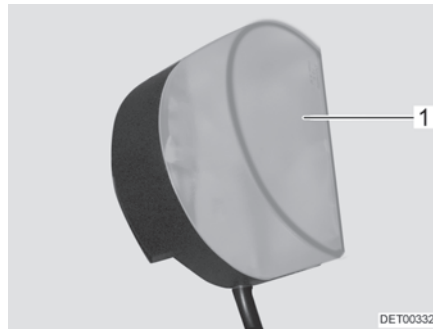

Fig. 192 Eclairage de la penderie
- Enfoncer légèrement le couvercle de la lampe (Fig. 192,1) et le retirer.